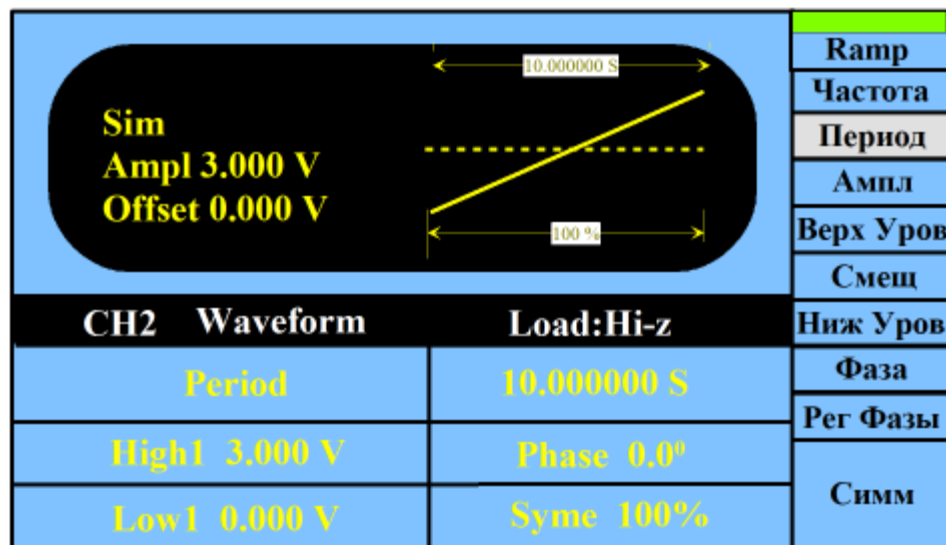

Рис. 12 Дисплей генератора
- коэффициент развертки по горизонтали $1S$ (рукоятка *Время/дел* из группы кнопок 10), рис.12.